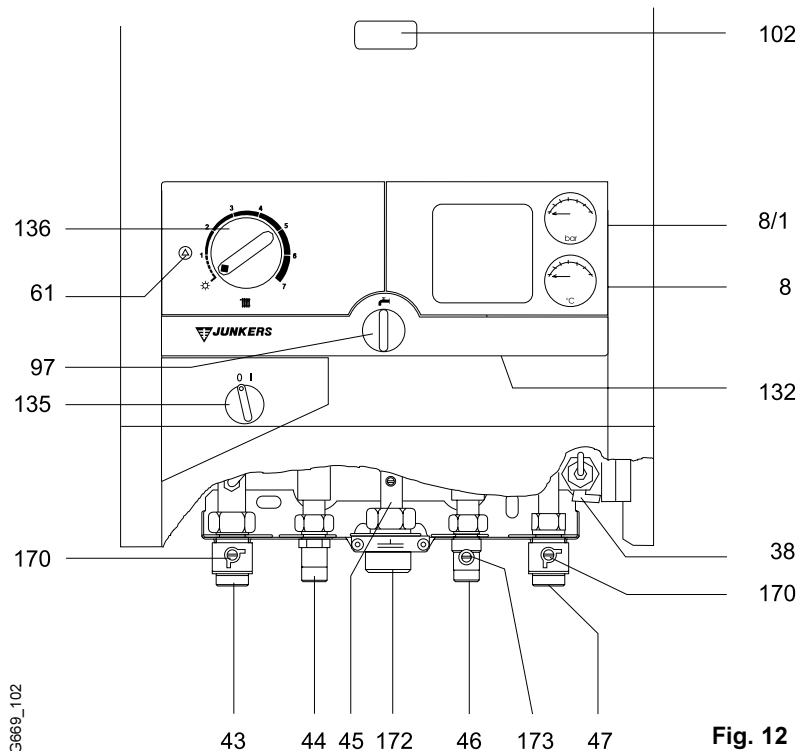

Fig. 12
Comprobar si el selector de temperatura (pos. 136, fig. 12) desconecta el gas al quemador a la temperatura máxima ajustada.
Si ocurre alguna avería durante el funcionamiento de la caldera, el LED (pos. 61, fig. 2) parpadeará con una frecuencia según el código de avería. La caldera solo volverá a funcionar si el usuario presiona el botón de desbloqueo (pos. 61, fig. 12) y la causa de la avería ha sido eliminada.
Se informará al cliente del rellenado y purgado de la instalación, así como el control de la presión de agua en el manómetro (pos. 8/1, fig. 12 ) (Preparación para la puesta en marcha de la instalación, pag. 15).
Comprobar las llamas del quemador por el orificio de control (pos. 102, fig. 12).
Cerrar la llave de paso de agua fría (pos. 173, fig. 12).
##### Llaves de corte de calefacción (pos.170, fig. 12)
##### Llave de entrada agua fría (pos. 173, fig. 12)
**Llenar la instalación hasta aprox. 1,5 bar, abriendo la llave de llenado (solo para ZW, pos. 38, fig. 12), en los modelos ZS puede instalarse, una llave de llenado en el punto de llenado (pos. 376, fig. 2) de la caldera o bien en otro punto cualquiera de la instalación.**